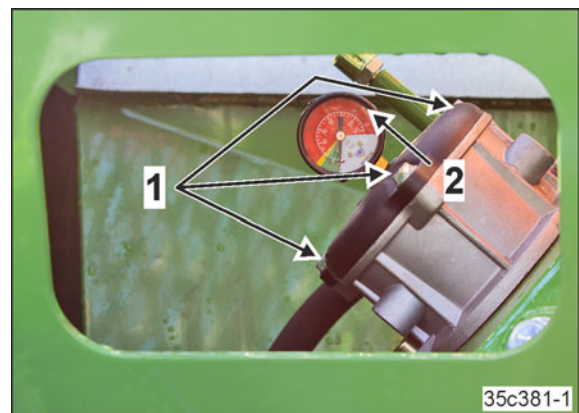

Bild 293
1. Lossa sexkantskruvarna 6x25 (Bild 293/1).
2. Lyft av locket (Bild 293/2)